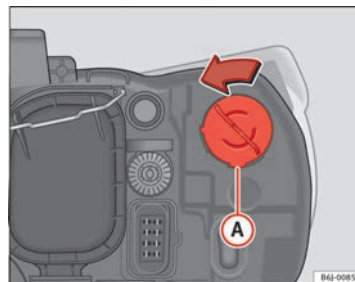

Fig. 158 Indicatore di direzione
- Ruotare il portalampada ⇒ fig. 158 A verso sinistra e tirare. ►